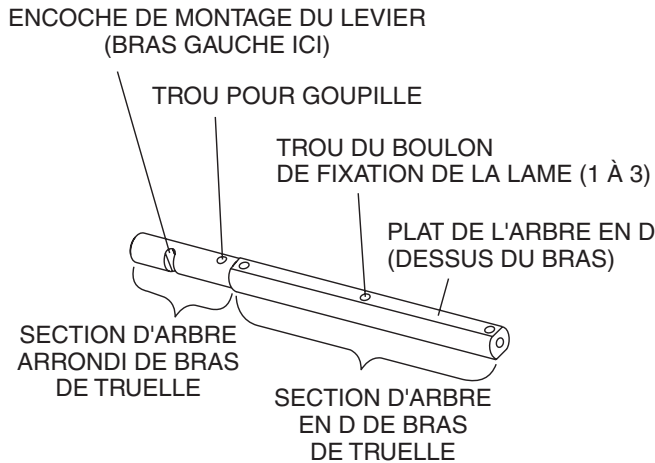

**Figure 39. Bagues en bronze**
5. Examiner les bagues de bras de truelle en bronze (figure 39), les nettoyer si nécessaire. Remplacer la bague si elle est faussée ou usée.